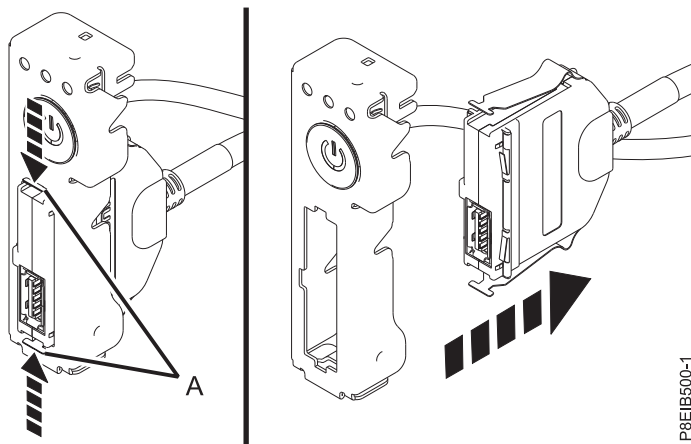

Figure 23. Retrait du câble et connecteur USB avant de l'interrupteur d'alimentation
10. En appuyant sur le levier de dégagement (A) du connecteur, débranchez le câble et connecteur USB avant de l'interrupteur d'alimentation. Voir figure 23, à la page 29.